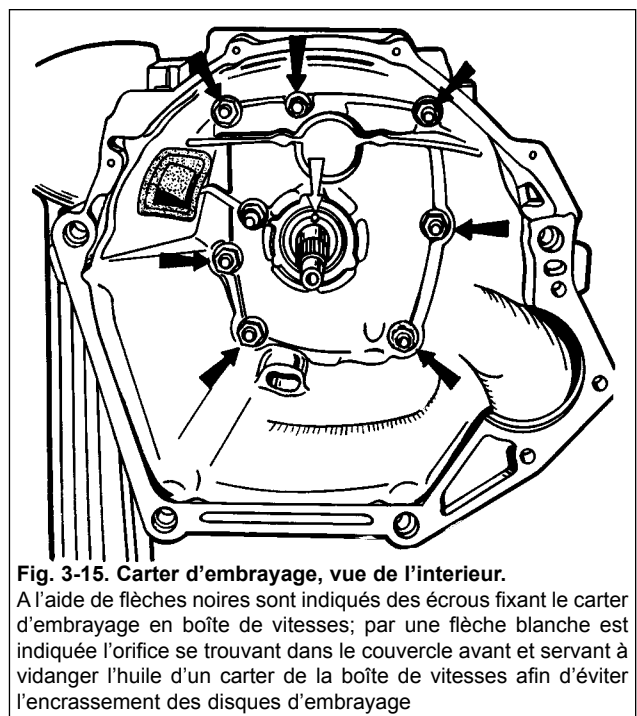

Fig. 3-15. Carter d'embrayage, vue de l'intérieur.
Démonter le carter d'embrayage avec le joint et le couvercle avant de la boîte de vitesses au complet de presse-étoupe et rondelle à ressort (fig. 3-15).
- lors de montage du carter avec le couvercle avant de la boîte de vitesses, garder l'orifice dans le couvercle avant, en l'orientant comme c'est présenté sur la figure 3-15;
Contrôler l'état du couvercle avant et vérifier si l'arbre primaire ne le touche. Au cas où l'alignement de l'arbre et du couvercle manqueraient, remplacer des pièces endommagées. Vérifier si l'orifice du vidange d'huile dans le couvercle n'est obstrué (comme c'est marqué par une flèche sur la figure 3-15). Nettoyer le bouchon de l'orifice du vidange.